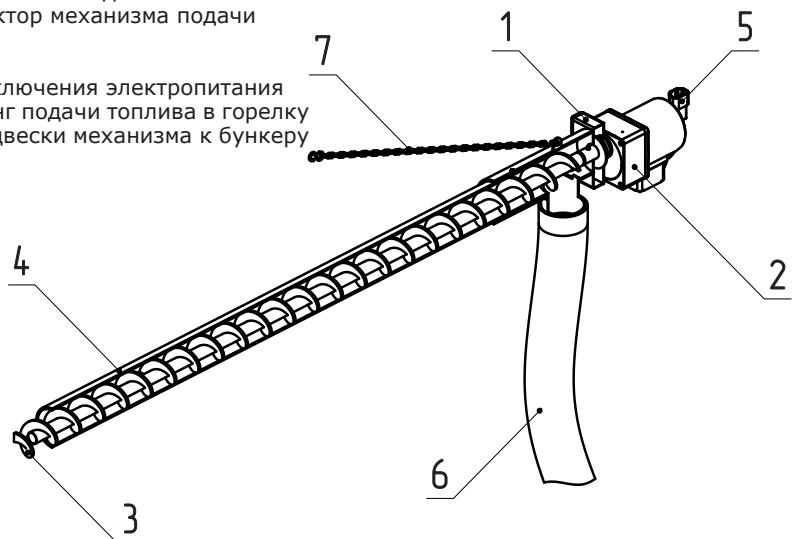
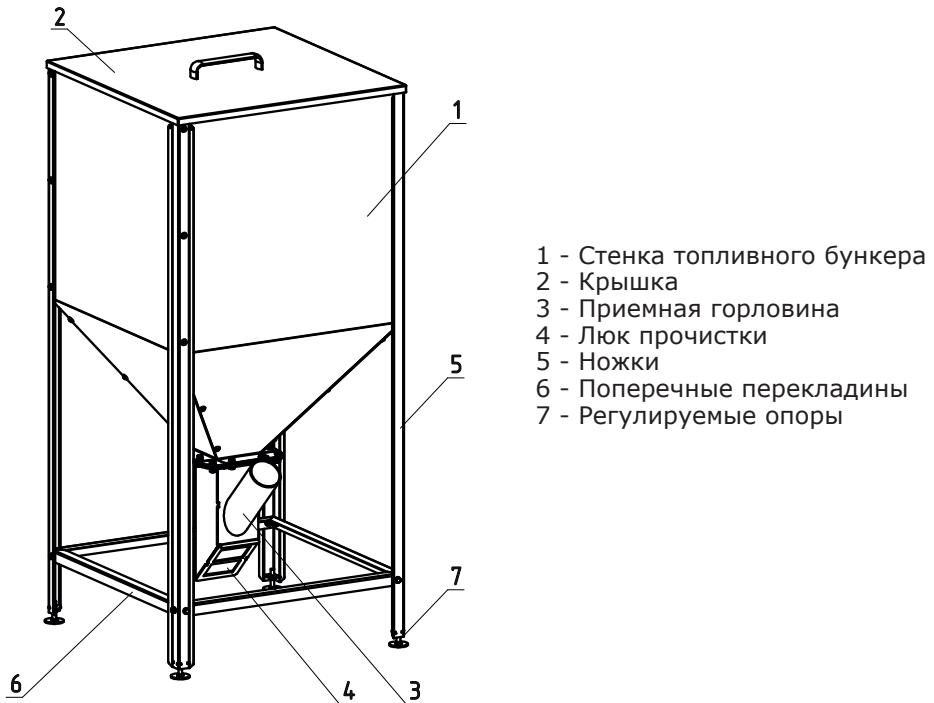
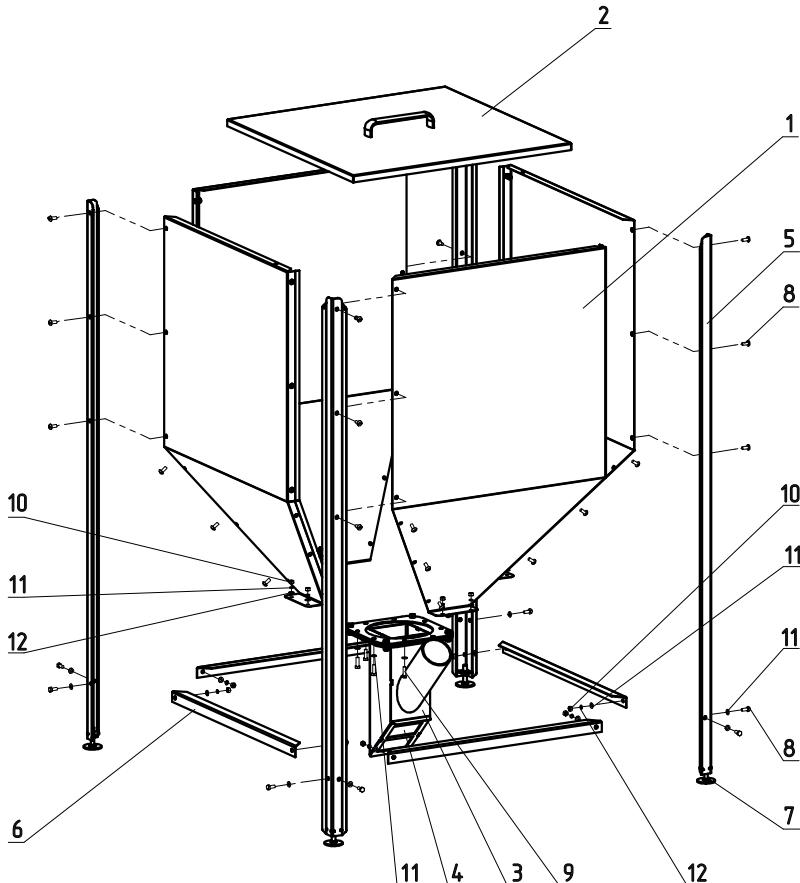

Рис. 3 Механизм подачи топлива
Рис. 4 Топливный бункер
Рис. 6 Порядок сборки топливного бункера
5.3. Механизм подачи топлива (Рис.3) состоит из корпуса механизма подачи (поз.1), мотор-редуктора механизма подачи (поз.2), гибкого шнека (поз.3), трубы (поз.4), разъема подключения электропитания (поз.5), гибкого шланга для присоединения к приставной горелке (поз.6) и цепочки с крючками для подвески механизма к бункеру (поз.7).
5.4. Топливный бункер (Рис.4) состоит из четырех одинаковых боковых панелей (поз.1), крышки (поз.2), приемной горловины (поз.3), люка прочистки (поз.4), ножек бункера (поз.5), поперечных перекладин (поз.6) и регулируемых опор (поз.7).
6.2.2.1. Топливный бункер (Рис.4 и 6) поставляется в разобранном виде и состоит из четырех одинаковых боковых стенок (Рис.4, поз.1), поворотной приемной горловины (Рис.4, поз.3), люка прочистки (Рис.4, поз.4), крышки топливного бункера (Рис. 4, поз. 2) и ножек (Рис.4, поз.5) с регулируемыми опорами (Рис. 4, поз. 7) и поперечными перекладинами (Рис.4, поз.6).
6.2.2.2. Топливный бункер собирается перевернутым вверх ногами, поочередно скрепляются все четыре стенки топливного бункера и ножки бункера (Рис.6, поз.1 и 5) друг с другом, с помощью винтов (Рис.6, поз.8), затем прикручивается приемная горловина (Рис.6, поз.3), которая крепится к бункеру в следующей последовательности: болт (Рис.6, поз.9), шайба (Рис.6, поз.11), скрепляемые поверхности (горловина, основание бункера), шайба (Рис.6, поз.11), пружинная шайба (Рис.6, поз.12), гайка (Рис.6, поз.10). Далее необходимо скрепить ножки бункера поперечными перекладинами (Рис.6, поз.6) между собой в следующей последовательности: винт (Рис.6, поз.8), шайба (Рис.6, поз.11), ножка бункера, поперечная перекладина (Рис.6, поз.6), шайба (Рис.6, поз.11), пружинная шайба (Рис.6, поз.12), гайка (Рис.6, поз.10).
6.2.2.3. После сборки топливного бункера необходимо вкрутить регулировочные болты ножек (Рис.6, поз.7) и перевернуть топливный бункер установив его на ножки.
6.2.2.4. Отрегулировать длину каждой ножки, чтобы бункер устойчиво стоял на поверхности в месте его установки с помощью регулировочных болтов (Рис.6, поз.7).
6.2.2.5. Далее необходимо установить люк прочистки (Рис.6, поз.4) и крышку бункера (Рис.6, поз.2) на место.
6.5.1. Механизм подачи топлива (Рис.3) устанавливается в топливный бункер свободным концом трубы (поз.4) в приемную горловину (Рис.4, поз.3) до упора.
6.5.2. Затем необходимо развернуть приемную горловину топливного бункера (Рис.4, поз.3) в положение, чтобы гибкий шланг (Рис.3, поз.6) механизма подачи топлива мог соединиться трубой приема топлива (Рис.2, поз.10) и обеспечивалось гарантированное скатывание топлива по гибкому шлангу (Рис.3, поз.6) в приставную пеллетную горелку (Рис.2) через трубу приема топлива (поз.10).
6.5.3. Для обеспечения гарантированного скатывания топлива разрешается укорачивать длину гибкого шланга (Рис.3, поз.6) без нарушения целостности остального используемого отрезка гибкого шланга. При нарушении целостности гибкого шланга возможно нарушение газоплотности всей конструкции, выход дыма из гибкого шланга, появление обратного хода пламени, перегрев горелки и ее аварийное отключение.
6.5.4. После завершения правильной установки механизма подачи топлива необходимо зафиксировать приемную горловину топливного бункера (Рис.6, поз.3) с помощью болтов (Рис.6, поз.9), и соединить механизм подачи с топливным бункером с помощью цепочки с крючками (Рис.3, поз.7).